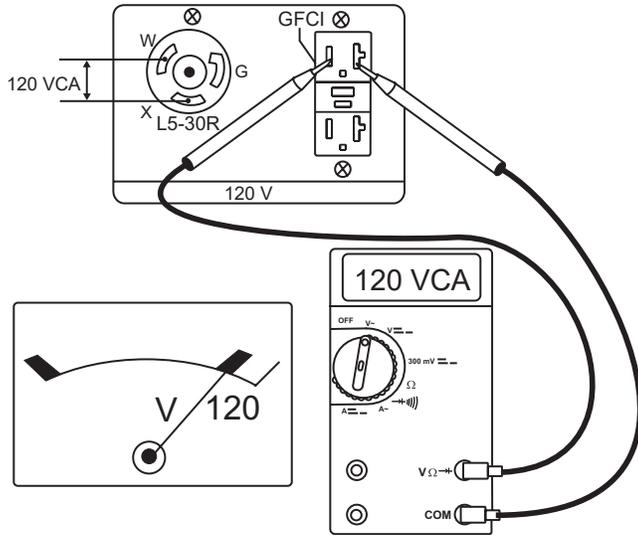

**Figura 22. Posición de 120 V del interruptor de plena potencia (hacia arriba)**
- Coloque el interruptor de plena potencia (Figura 22) en la posición de 120 V (hacia arriba).